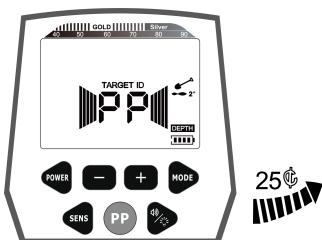

Fig.15
- b. Coja una moneda de plata de 25€ y deje que se acerque lentamente a la bobina de búsqueda. En la posición de aproximadamente 7" a 8", el primer conjunto de cursores de intensidad de señal comienza a aparecer, el sonido se hace más fuerte y el tono se hace más alto. Continúe moviendo la moneda de plata de 25€, el cursor de intensidad de señal se llena rápidamente, el sonido es más fuerte y, a continuación, el cursor de profundidad indica la profundidad hacia abajo hasta que sólo queda uno, lo que indica que el metal se está acercando gradualmente al centro de la bobina de búsqueda. (Ver Fig.15)